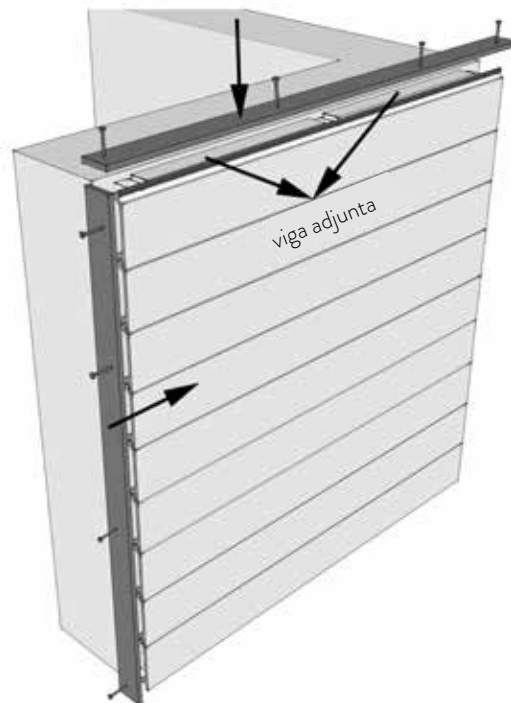

Figura 7
- ① Instale la placa de borde recto como se muestra en la Figura 7: